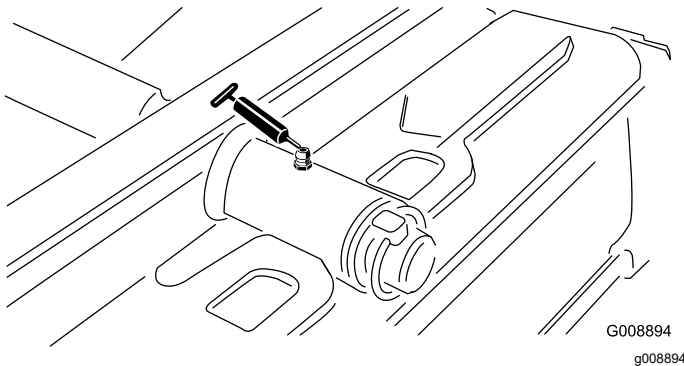

Figura 33
- Pivote de la unidad de corte trasera (Figura 33)